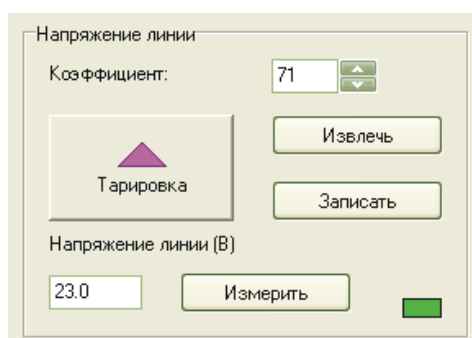

Рисунок 57
2) Установить и записать в КСН коэффициент измерения напряжения линии на вкладке «Настройка» окна «Пусконаладка» (рисунок 57):